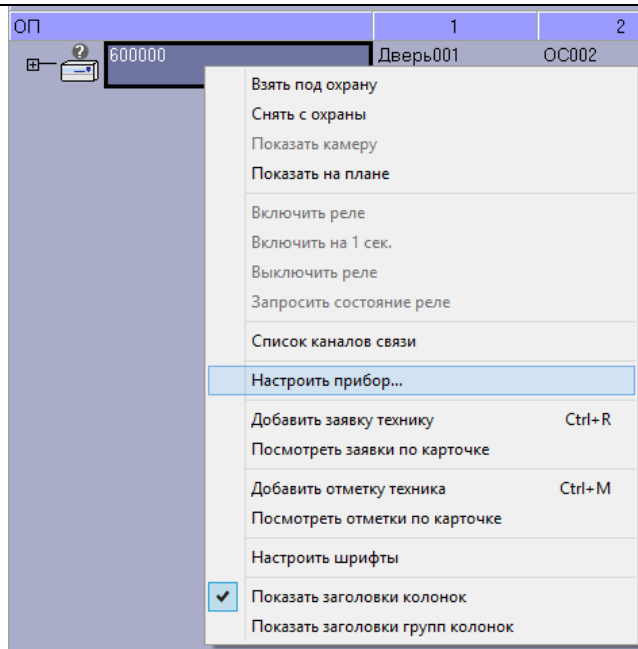

Рисунок 15 - Контекстное меню контроллера
- В АРМ ДПЦО выделить левой кнопкой мышки нулевую карточку контроллера, затем из контекстного меню (по щелчку правой кнопкой мышки) выбрать пункт «Настроить прибор...» (см. рисунок 15).